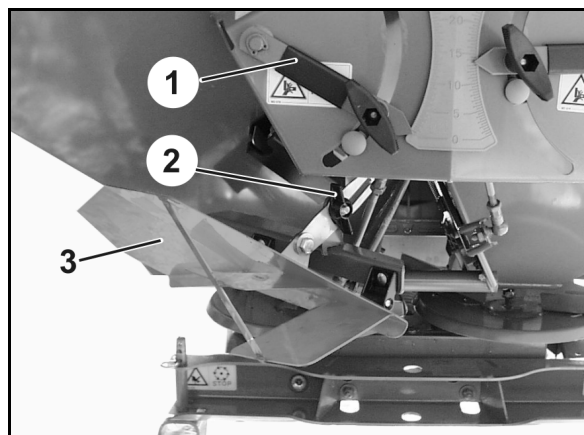
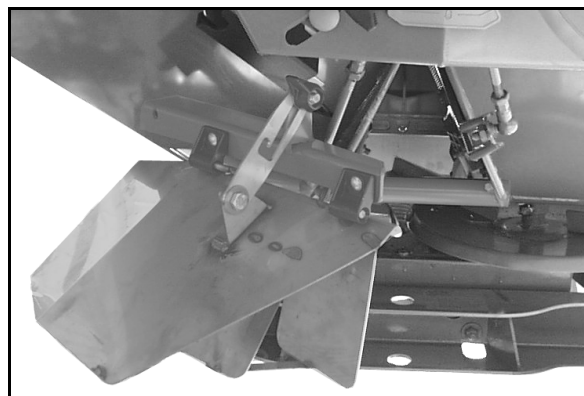

Рис. 82
Рис. 83
- Закройте левую заслонку (Рис. 82/1).
2. Отверните барашковую гайку (Рис. 82/2).
3. Поверните отражающий щиток (Рис. 82/3) вниз из нерабочего в рабочее положение (Рис. 83).
4. Затяните барашковую гайку (Рис. 82/2).